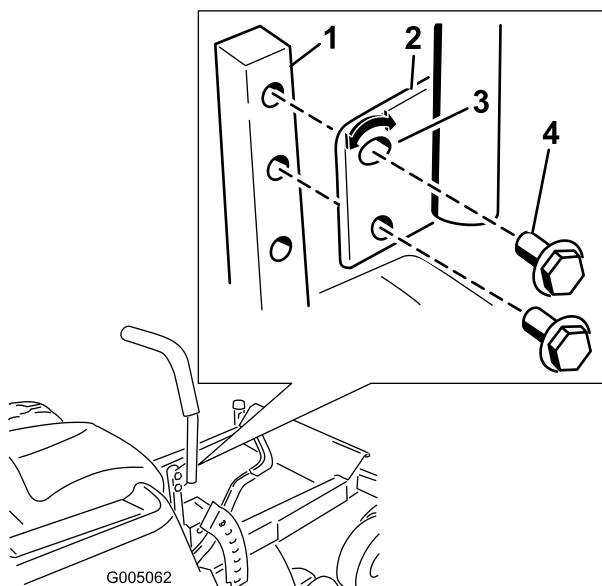

Figure 18
1. Retirez les 2 boulons qui fixent le levier de commande à l'arbre du bras de commande (Figure 18).
2. Placez le levier de commande dans les trous suivants. Fixez le levier avec les 2 boulons (Figure 18).
2. Desserrez le boulon inférieur jusqu'à ce qu'il soit possible de pivoter le levier de commande en avant ou en arrière (Figure 18). Serrez les deux boulons pour fixer la commande à sa nouvelle position.